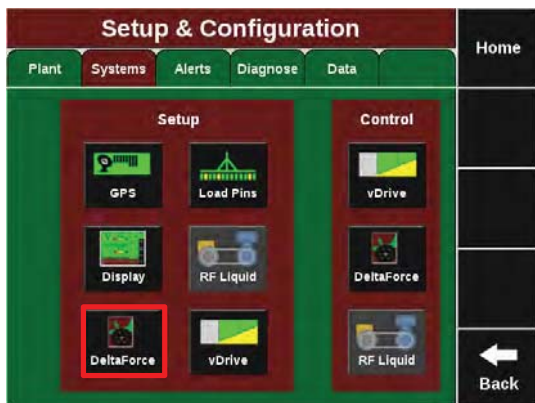

Ilustración 5
2.1 Vaya a "Configuración", "Sistemas", "Configuración - DeltaForce". Consulte la Ilustración 5.